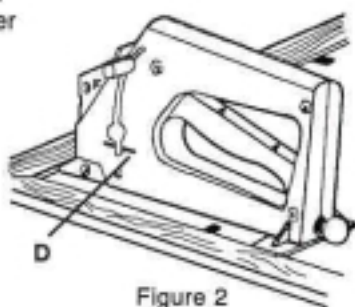

Figure 2
2. Mettez les pointes dans la fente se trouvant dans le magasin (C) et relâchez le bouton de l'arrêt de gachette afin qu'il puisse faire pression sur la pile de pointes. Figure 2.
3. Rechargez des pointes lorsque le bouton de l'arrêt de gachette arrive en position RELOAD [RECHARGER] (D). Il y a 100 pointes par pile et 3 000 pointes par carton.